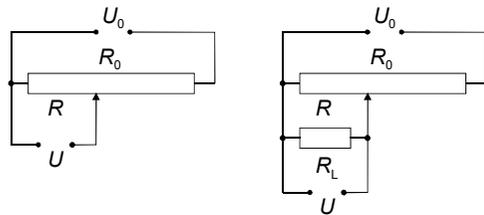

Abb. 1 Potentiometerschaltung ohne (links) und mit (rechts) zusätzlichem Belastungswiderstand R_L
In Abb. 1 auf der folgenden Seite ist in Hinsicht auf die tatsächliche Versuchsdurchführung ein kontinuierlich veränderlicher Widerstand als Gesamtwiderstand R_0 skizziert, an dem ein beliebiger Teilwiderstand R "abgegriffen" werden kann (*Potentiometer* aus einer Widerstandsschicht oder einem Widerstandsdraht; *Abgriff* (Pfeil) durch einen Schleifer).
Das einfache Verhältnis (2) gilt nur für den *unbelasteten* Fall, bei dem die Spannung an dem Teilwiderstand nicht durch einen weiteren Verbraucher belastet wird. Beim *belasteten* Spannungsteiler tritt als Teilwiderstand an Stelle von R eine Parallelschaltung aus R und einem zusätzlichen Belastungswiderstand R_L (Abb. 1, rechts). Es folgen als Teil- und als Gesamtwiderstand:
Es ist ein 10-Gang-Wendelpotentiometer vorhanden, an dem die Teilspannungen U in Abhängigkeit des Einstellwertes s am Drehknopf des Potentiometers ohne und mit Belastungswiderstand gemessen werden. Der Endwert der Skaleneinstellung ist $s_0 = 10$ Umdrehungen. Der Gesamtwiderstand R_0 der Potentiometer ist jeweils auf den Schaltbrettchen angegeben. Als Belastungswiderstand ist ein 250-Ω-Widerstand auf einem Schaltbrettchen vorhanden; zur späteren Auswertung muss der genaue Wert des Belastungswiderstands mit einem Multimeter gemessen werden. Die Schaltung entspricht der Abbildung 1.